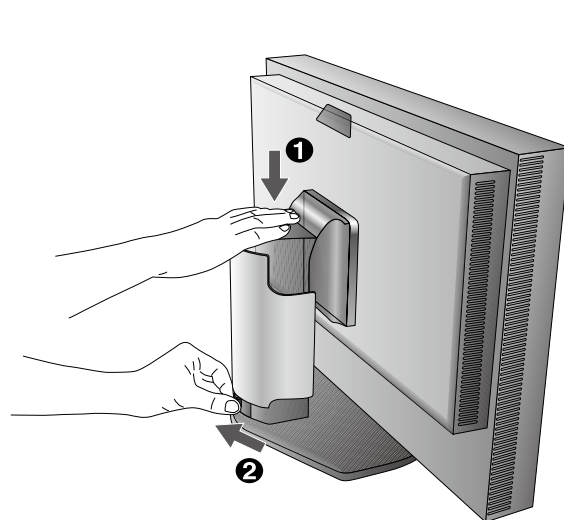

图 B.1
3. 高度调节由锁定按钮锁定。把手掌放在显示器立架的顶部，将显示屏按下至最低位置。滑动锁定按钮解锁 (图 B.1)。